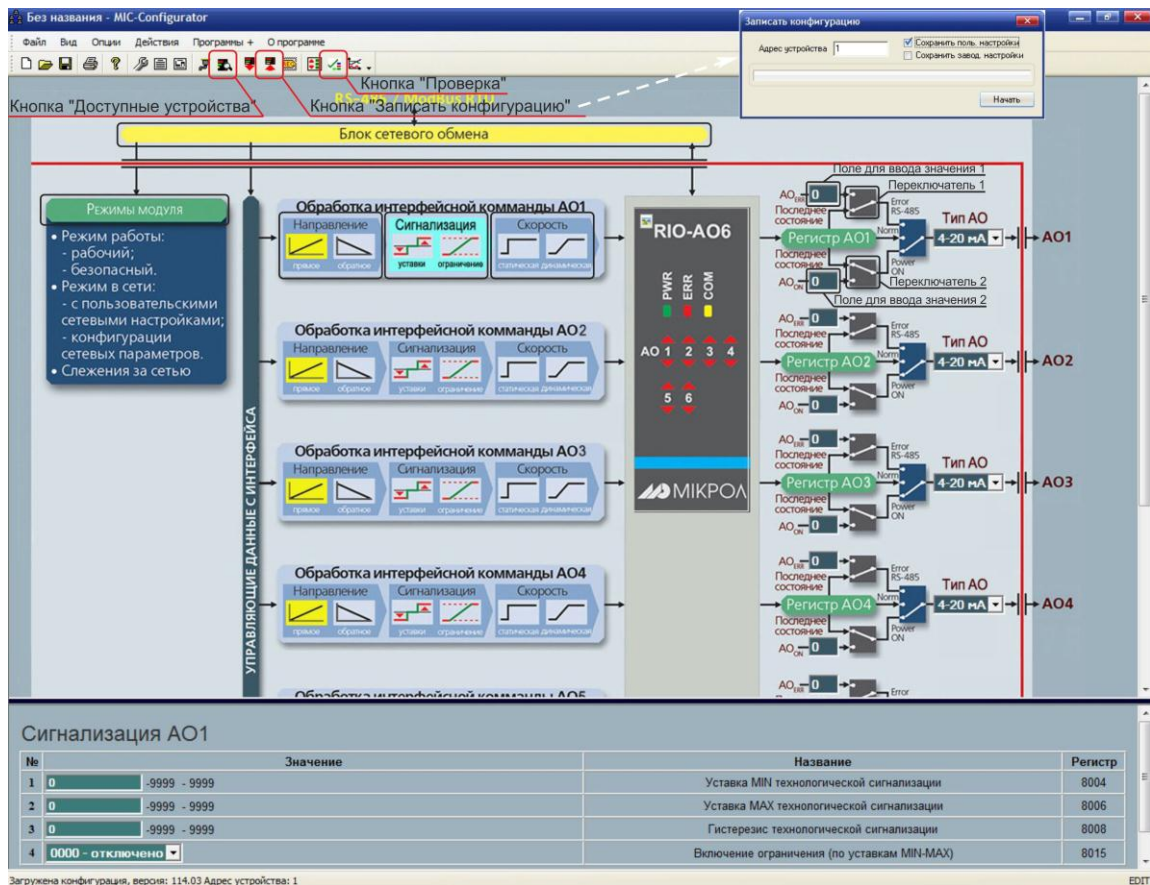

Рисунок 4.4 – Редактирование конфигурации
4.3.6.2 В окне редактирования параметров нажать кнопку "Блок сетевого обмена" (см. рис. 4.4).